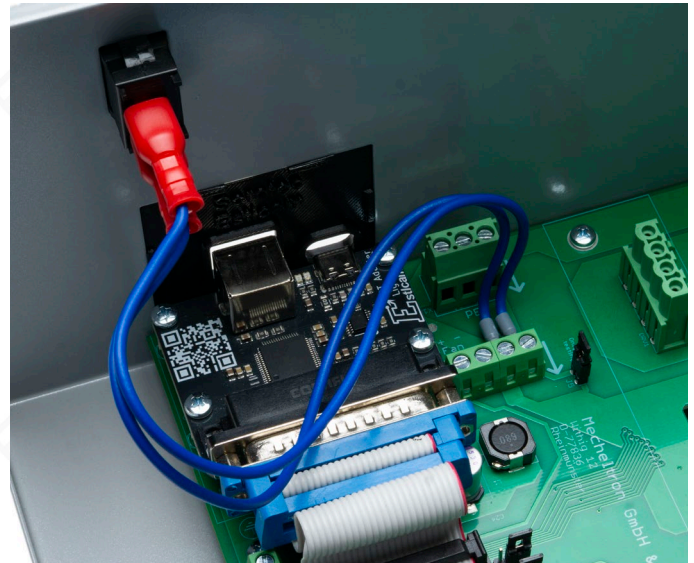

Bild 13: Anschluss des Hauptschalters
- Schließen Sie den Hauptschalter an den Klemmen mit der Bezeichnung „Power Switch“ an. Siehe Bild 13.